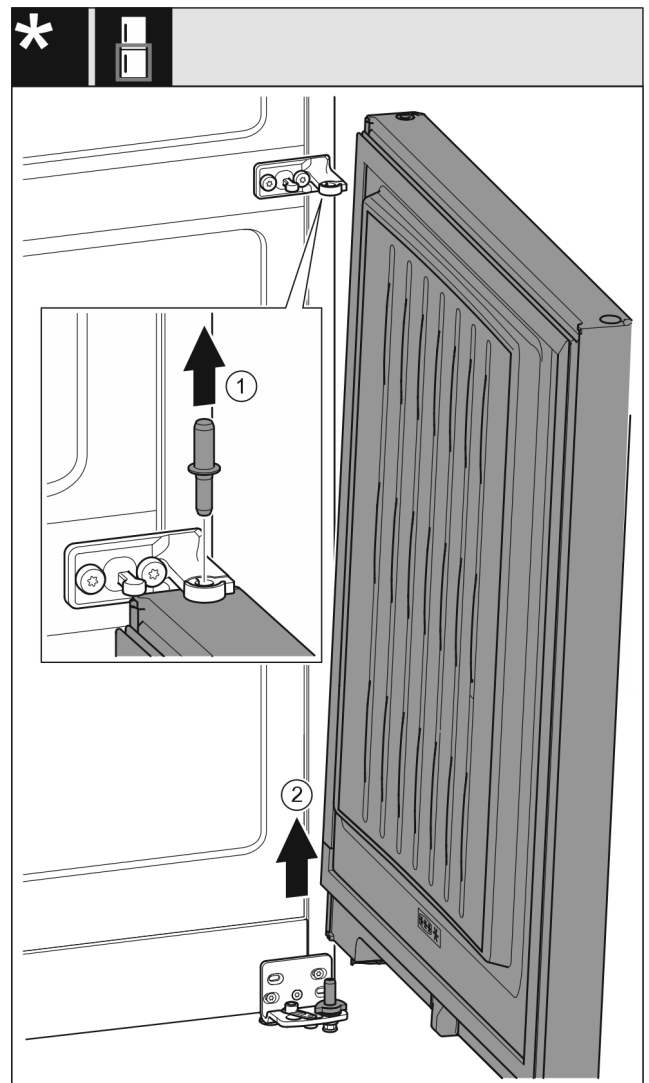

Fig. 8
- ▶ Bolzen nach oben herausziehen. Fig. 8 (1)
- ▶ Tür herausschwenken, nach oben ziehen und beiseitestellen. Fig. 8 (2)